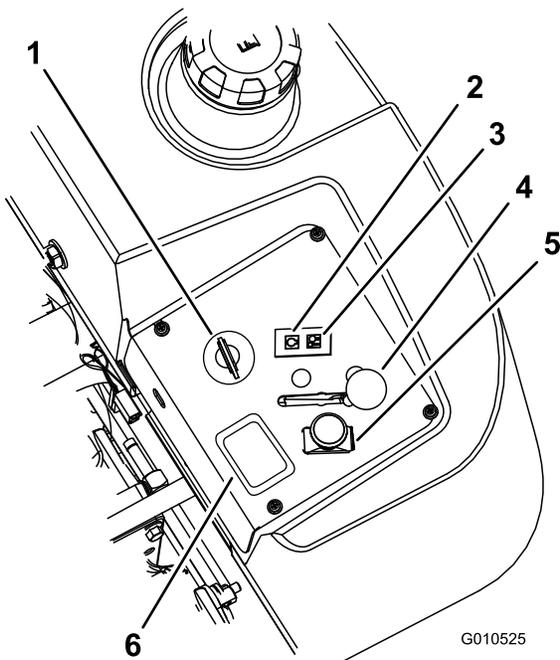

Figure 14
4. Placez la commande de prise de force (PDF) en position désengagée (Figure 14).
5. Réglez la manette d'accélérateur à mi-course (Figure 14).
6. Tournez la clé dans le sens horaire en position de marche (Figure 14). Le témoin de préchauffage s'allume.